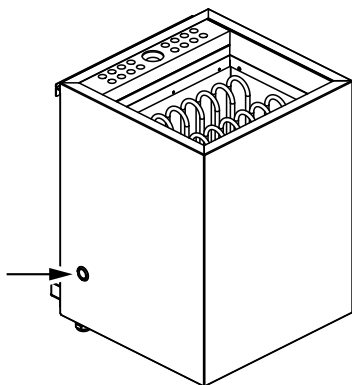

Рисунок 16. Сброс защиты от перегрева в парогенераторе
- Проверьте, не сработала ли защита от перегрева. (Рисунок 16. Сброс защиты от перегрева в парогенераторе)
- Инструкции по сбросу защиты от перегрева парогенератора (Рисунок 16. Сброс защиты от перегрева в парогенераторе)